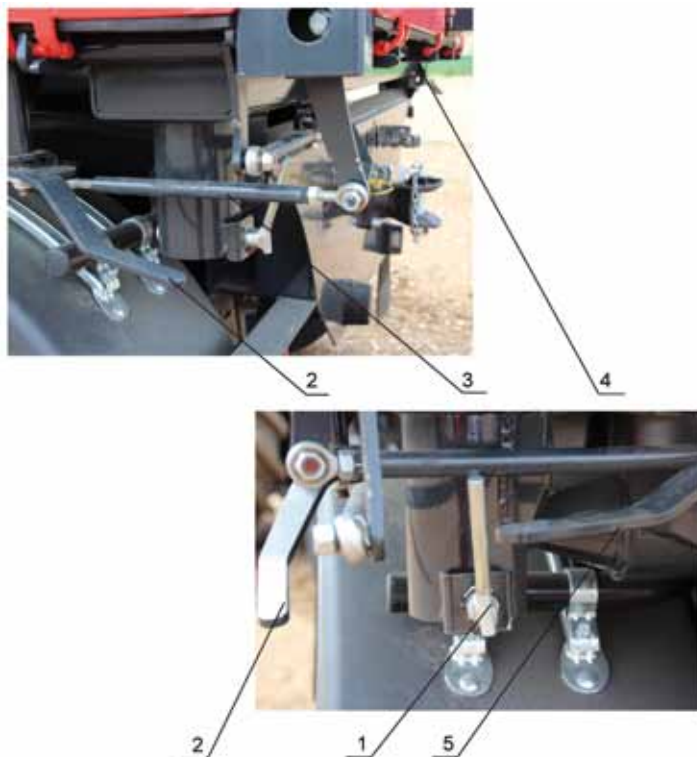

Рис. 8. Запоры бортов грузового кузова
- вынуть из отверстия палец 1, соединяющий кузов с рамой шасси (рис. 8):